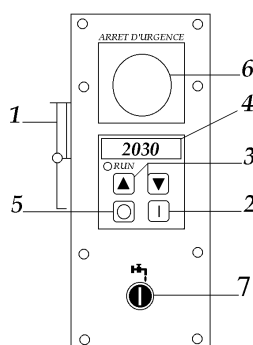

FIG.4
CHAPITRE 6 : VARIATEUR DE VITESSES (FIG.4)
CHAPITRE 7 : MISE EN MARCHÉ (FIG.4 & 5)
- C - Débloquent l'arrêt d'urgence (6 fig.4)
- E - Appuyez 2 fois sur l'interrupteur (2 fig.4)
- F - Augmentez ou diminuez la vitesse à l'aide des interrupteurs (3 fig.4)
- G - Pour arrêter la perceuse appuyez sur l'interrupteur (5, 6, 1 fig.4)
Actionnez l'interrupteur arrosage (marche / arrêt) (7 fig.4) situé sur la commande de la perceuse.